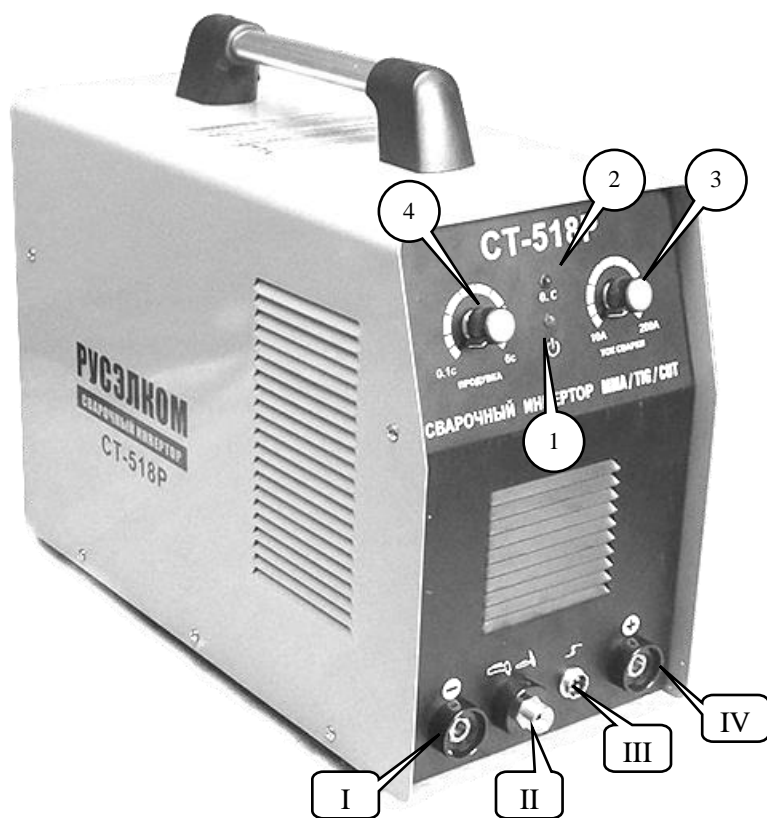

Рис. 1. Расположение органов управления и индикации.
- Подключить силовой разъем держателя электродов к разъему I ( - ) сварочного аппарата (Рис. 1).
- Подключить силовой разъем держателя электродов к разъему IV ( + ) сварочного аппарата (Рис. 1) .
- Подключить разъем горелки TIG к разъему II (Рис. 1) сварочного аппарата.
- Подключить силовой разъем воздушно-плазменной горелки к разъему II (Рис.1) аппарата.